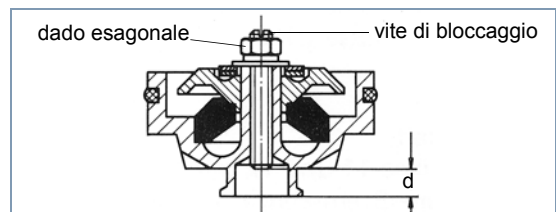

Fig. 4 Quota d (apparecchio con una molla in gomma)
- Regolare la quota $d = C + 0.8$ mm girando la vite di settaggio/regolazione posta all'interno del pistone graduato (vedere la fig. 4).